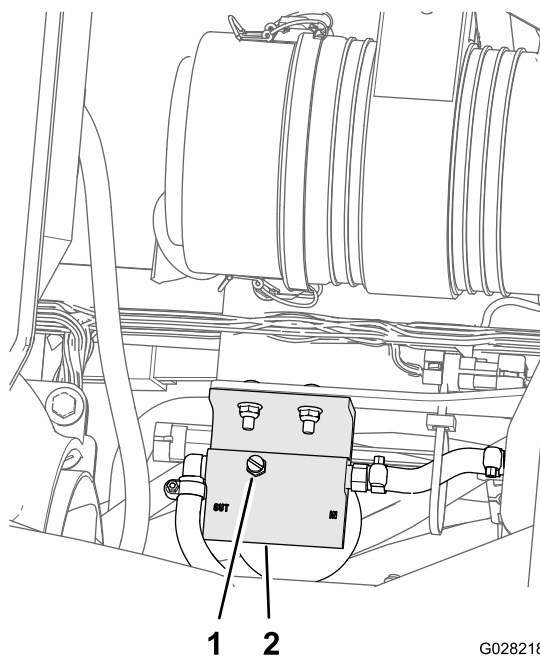

Figura 75
5. Allentate il tappo di sfiato sopra al separatore carburante/condensa (Figura 75).
7. Serrate il tappo di sfiato e ruotate l'interruttore dello starter in posizione di SPEGNIMENTO (Figura 75).